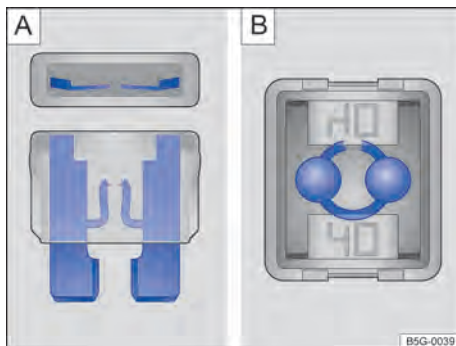

Fig. 180 Fusível queimado: [A] fusível plano, [B] fusível de bloqueio.
- Um *fusível plano* (ATO®, MINI®) queimado é reconhecido de cima ou de lado pela carcaça transparente nas faixas metálicas derretidas → Fig. 180 [A].
- Um *fusível de bloqueio* (JCASE®) queimado é reconhecido pelas faixas metálicas derretidas por cima da carcaça transparente → Fig. 180 [B].